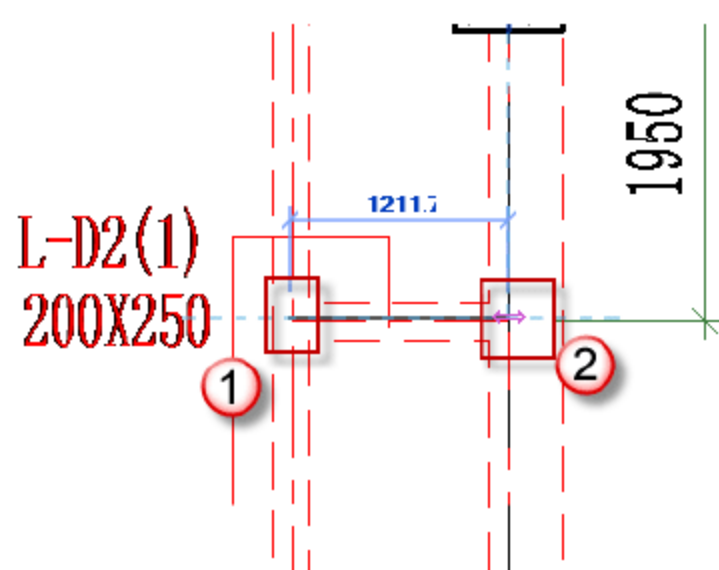

图 4.2.65 绘制 L-D2
(15) 绘制矩形框架梁 L-D2, 按快捷键 B+M, 放置平面为“标高 2”平面视图, 先单击起始柱的中心为起点, 后单击终止柱的中心为终点, 如图 4.2.65 所示。